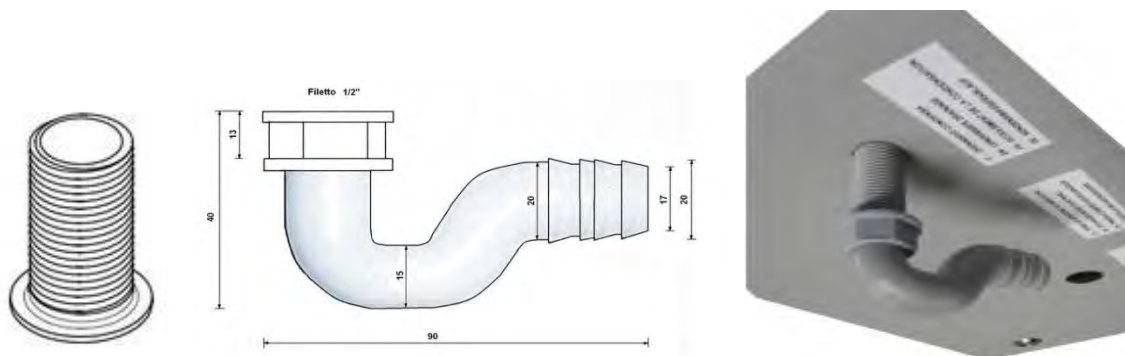
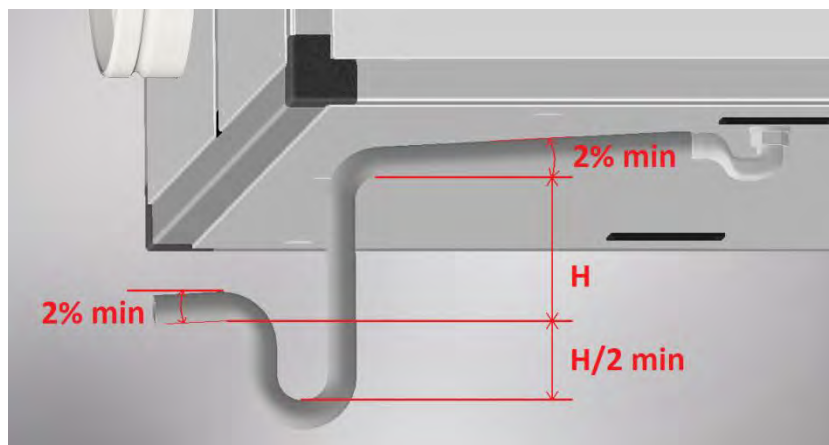

Figura 2 - Immagine del kit di scarico condensa e foto del montaggio sull'unità
Figura 3 - Altezza del sifone di scarico condensa ($H + H/2 + \varnothing\text{tubo}$), valore H riportato nella tabella Specifiche tecniche a pag. 14
- Installare un adeguato sifone di scarico condensa il più vicino possibile all'unità: per alcune unità, in dotazione è fornito un piccolo sifone (vedi Figura 2), il quale ha più una funzione di raccordo che di sifone vero e proprio. Infatti per evitare il risucchio d'aria e quindi il corretto scarico della condensa, è necessario installare/realizzare un sifone con altezza minima come indicato in Figura 3 e nella tabella Specifiche tecniche a pag. 14; l'altezza (H) minima è calcolata tenendo conto delle condizioni di lavoro standard dell'unità, mentre l'altezza ottimale considera la prevalenza totale del ventilatore (quindi permette un corretto scarico condensa in qualsiasi condizione).